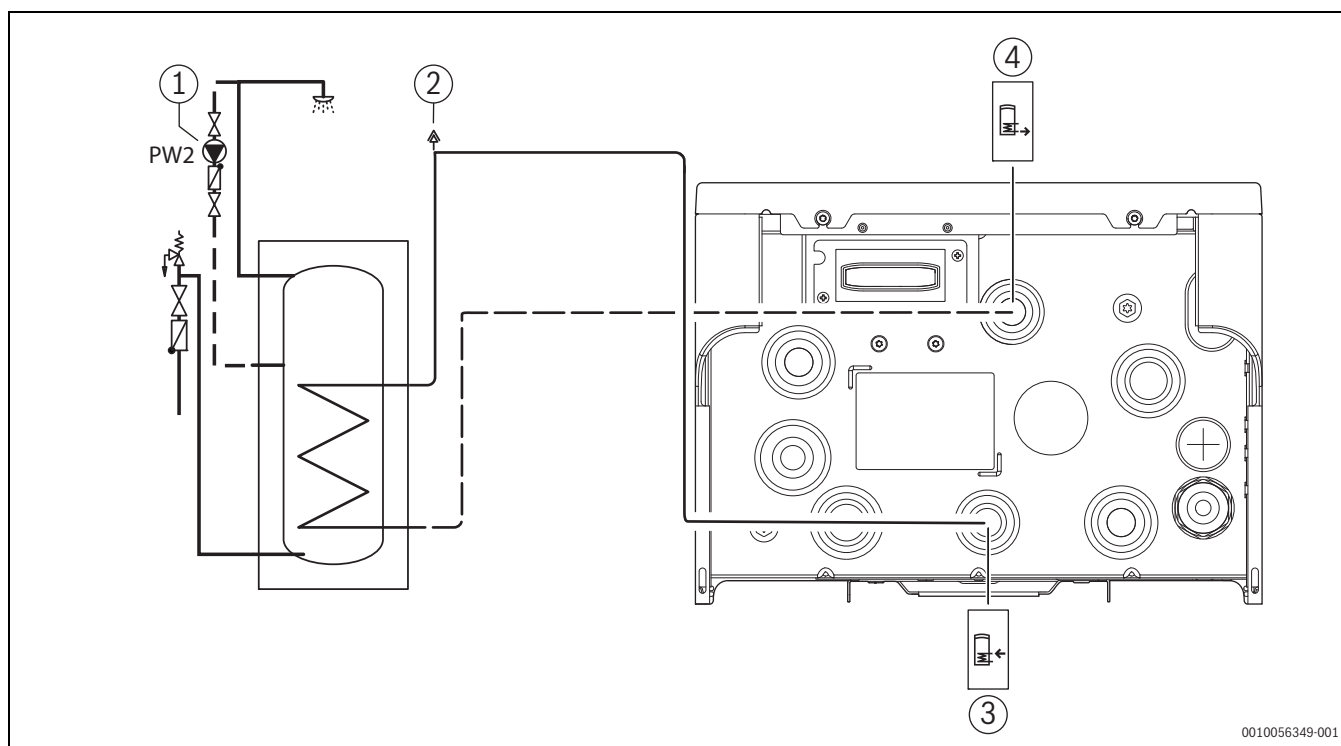

Fig. 18 Raccordements de l'unité intérieure aux ballons d'eau chaude sanitaire
- Raccorder la conduite de retour depuis le chauffe-eau (→ [4], figure 18).
- Raccorder la conduite de départ avec le purgeur automatique au chauffe-eau (→ [3], [2], figure 18).